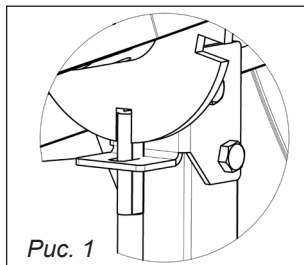

Рис. 1
Кончик фиксатора (4) должен пройти через отверстие кронштейна ограничителя скобы и встать в паз диска фиксатора, как показано на рисунке справа, как показано на рис. 1.